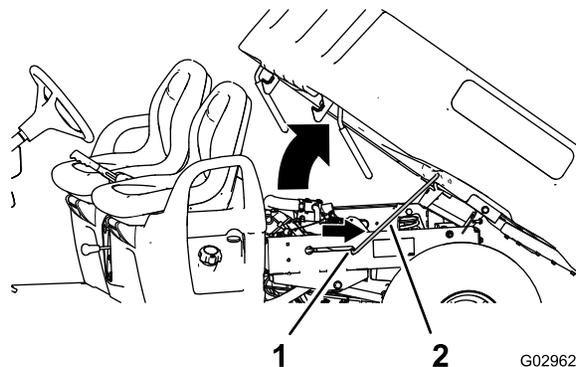

Figura 14
2. Tire de la varilla de sujeción hasta que entre en la muesca de retención para sujetar la plataforma (Figura 14).
2. Extraiga la varilla de sujeción de la muesca de retención (Figura 14).
3. Baje la plataforma hasta que se enganche firmemente en su sitio (Figura 14).